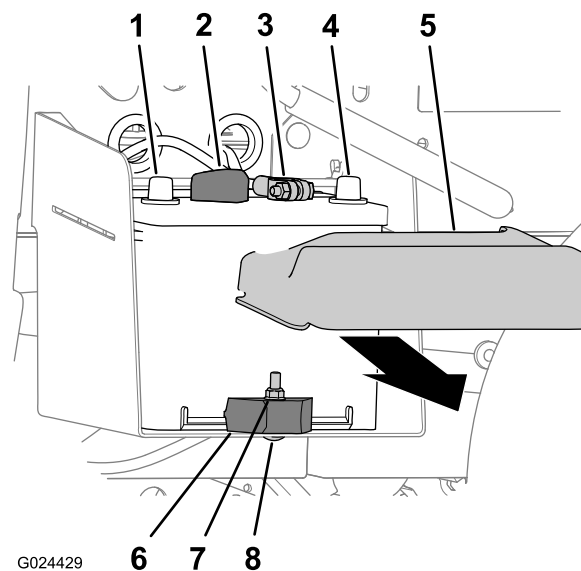

Figura 46
1. Schiacciate i lati del coperchio della batteria e rimuovete il coperchio dalla parte superiore della batteria stessa (Figura 46).
2. Scollegate il cavo negativo della batteria dal relativo morsetto (Figura 46).
3. Scollegate il cavo positivo della batteria dal relativo morsetto (Figura 46).
2. Eliminate dado di bloccaggio, bullone a testa tonda e morsetto della batteria che fissa la batteria al relativo vassoio (Figura 46).
3. Togliete la batteria dal relativo vassoio (Figura 46).
1. Montate la batteria sul relativo vassoio della macchina (Figura 46).
**Nota:** Accertate che i poli positivi e negativi della batteria siano allineati come mostrato in Figura 46.
2. Fissate la batteria al relativo vassoio con morsetto, bullone a testa tonda e dado di bloccaggio (Figura 46).
1. Collegate il cavo positivo della batteria al relativo morsetto (Figura 46).
2. Collegate il cavo negativo della batteria al relativo morsetto (Figura 46).
3. Montate il coperchio della batteria sulla parte superiore della batteria stessa (Figura 46).